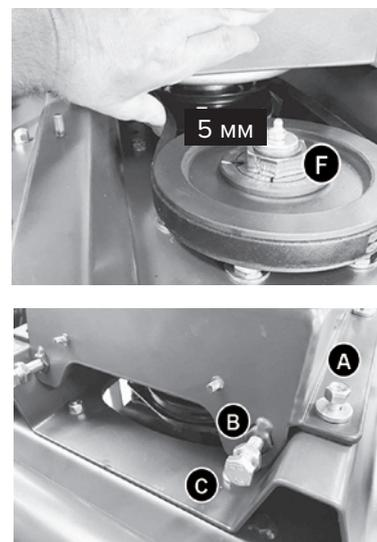
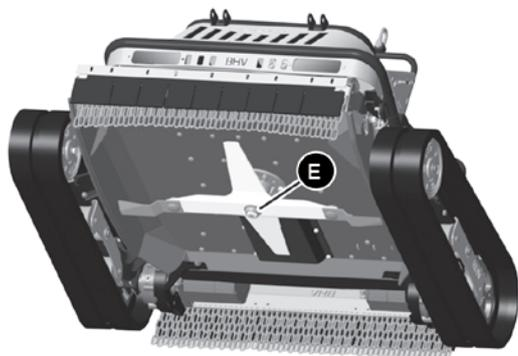
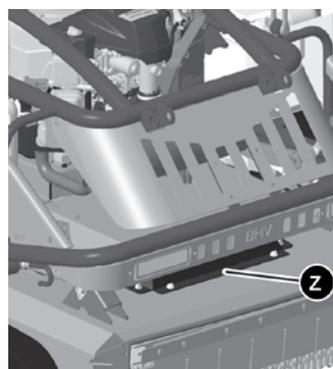

Рис. 29
Рис. 30
Рис. 7
Для регулировки ремня снимите кожух (Рис. 7 (U)). Проверьте натяжение с усилием 5 кг на ремне. Глубина изгиба ремня должна быть не более 5 мм. При необходимости отрегулируйте натяжение ремня в соответствии с этой инструкцией (Рис. 29).
Если необходимо заменить ремень, необходимо снять крышку из листового металла под режущей декой (см. рис. 30).
Для облегчения ослабления фиксирующего винта лезвия (E) (рис. 30) снимите кожух ремня (Z) (Рис. 7). Затяните гайку (F) (Рис. 29), чтобы предотвратить вращение вала шкива.